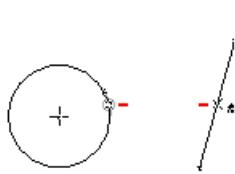

图 4.11.14 捕捉水平线
Step8. 当小圆圈 + 在直线上移至某一点处, 该点与刚才确定的圆弧的起点大约在同一水平线上, 此时可看到小圆圈 + 变成红色的 \perp 符号(图 4.11.14), 表明系统已捕捉到与起点在同一水平线的直线 B 上的某一点。